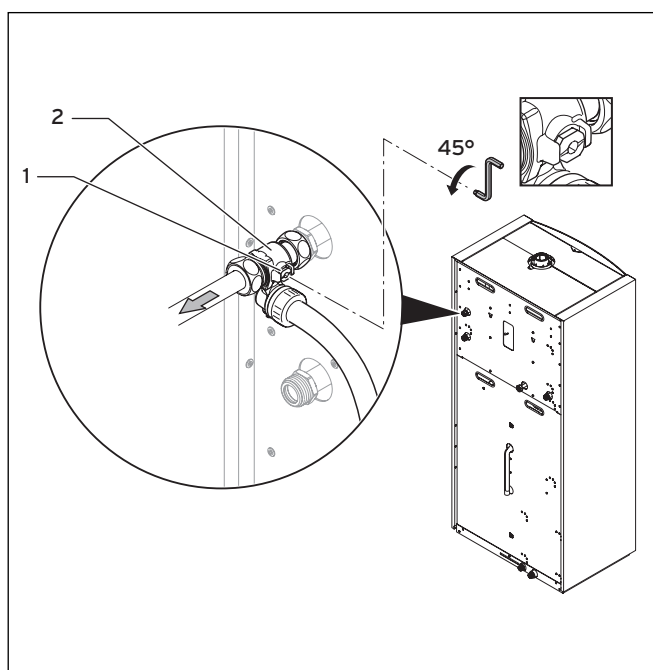

Abb. 7.16 Absperreinrichtung am Speichervorlauf in 45°-Position bringen
- Bringen Sie die Absperreinrichtung (1) am Wartungshahn des Speichervorlaufs (2) in die 45°-Position (→ **Abb. 7.16**).